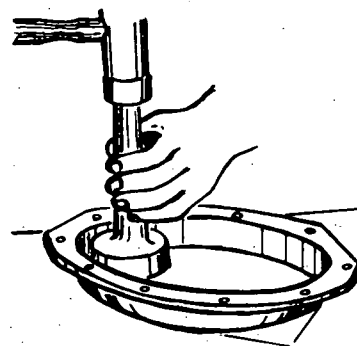

Fig. 5
- c Aplique adesivo na zona do alojamento e instale o vedador de óleo (fig. 5).